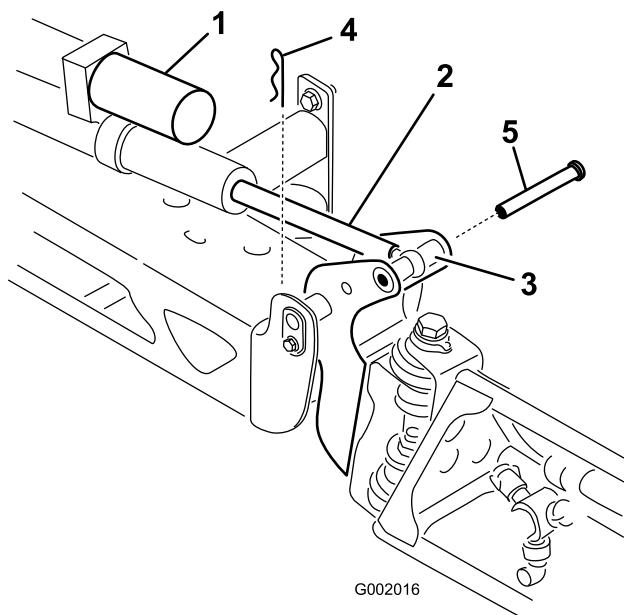

Figura 45
- Retire o contrapino do pino de articulação (Figura 45).
- Levante a rampa para alinhar a articulação com a barra do accionador. Enquanto segura na rampa, insira o pino através tanto da articulação da rampa como da barra do accionador (Figura 45).
- Levante a rampa e retire o pino (Figura 45). Faça descer lentamente a rampa até ao solo.